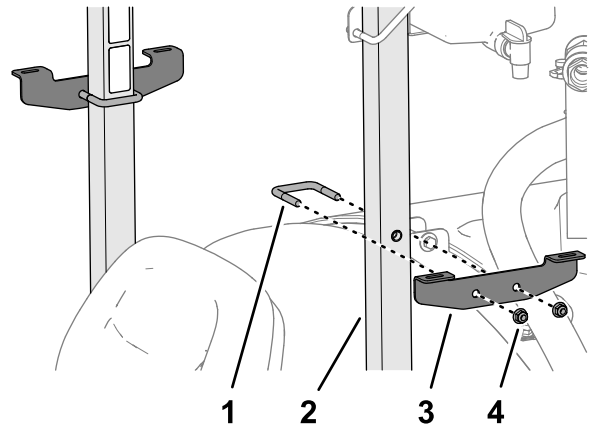

図 27
3. マウントブラケットを、ROPS に取り付ける図 27 U ボルト1本とフランジロックナット3/8"2個を使用する。